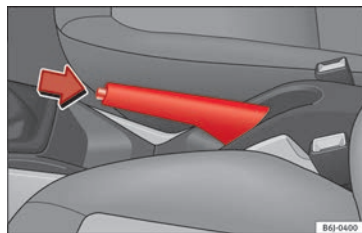

Fig. 146 Frein à main entre les sièges avant.
– Serrez le frein à main à fond en tirant le levier vers le haut » fig. 146.
– Soulevez légèrement le levier du frein à main, appuyez sur le bouton de déblocage dans le sens de la flèche » fig. 146 et abaissez le levier au maximum » .